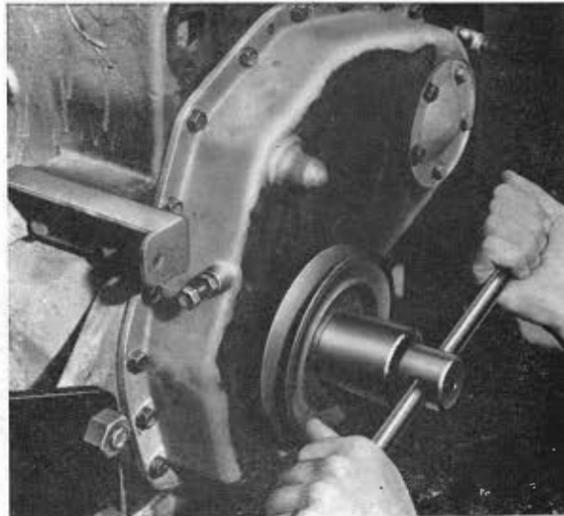

FIG. 15
3. Oter la dent de loup à l'aide de l'outil de service FTB 16 (fig. 15). Ouvrir le frein d'écrou, puis engager la 4^e vitesse, bloquer les freins et dévisser la dent de loup.